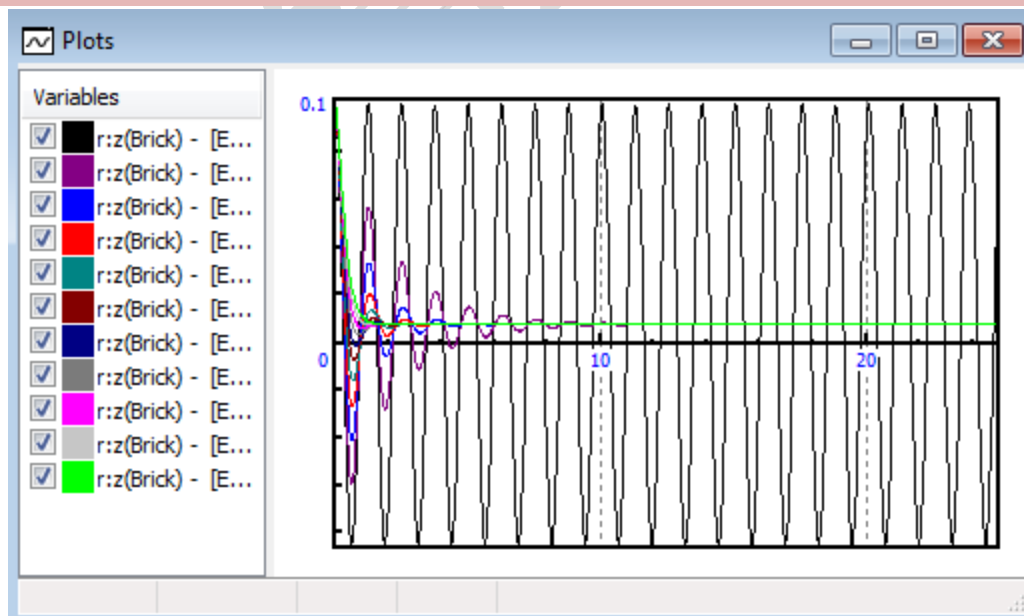

图 2.16 不同阻尼系数下 Brick 的垂向位移时程
4. 在右侧变量列表，选中 **Position** 变量列表的 **r:z(Brick)**变量并拖入绘图窗口，所有变阻尼系数工况下 **Brick** 垂向位移时程如图 2.16 所示。